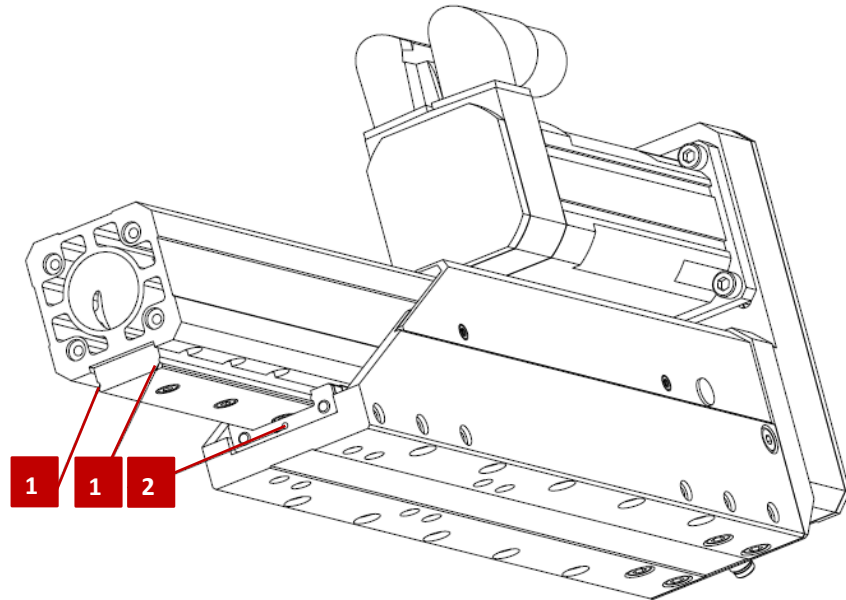

Abb. 14 Spindelausleger – Schmiernippel Linearführung
4. Laufbahnen der Linearführung (Abb. 14, 1) schmieren, so dass ein gleichmäßiger Schmierfilm aufgetragen wird.